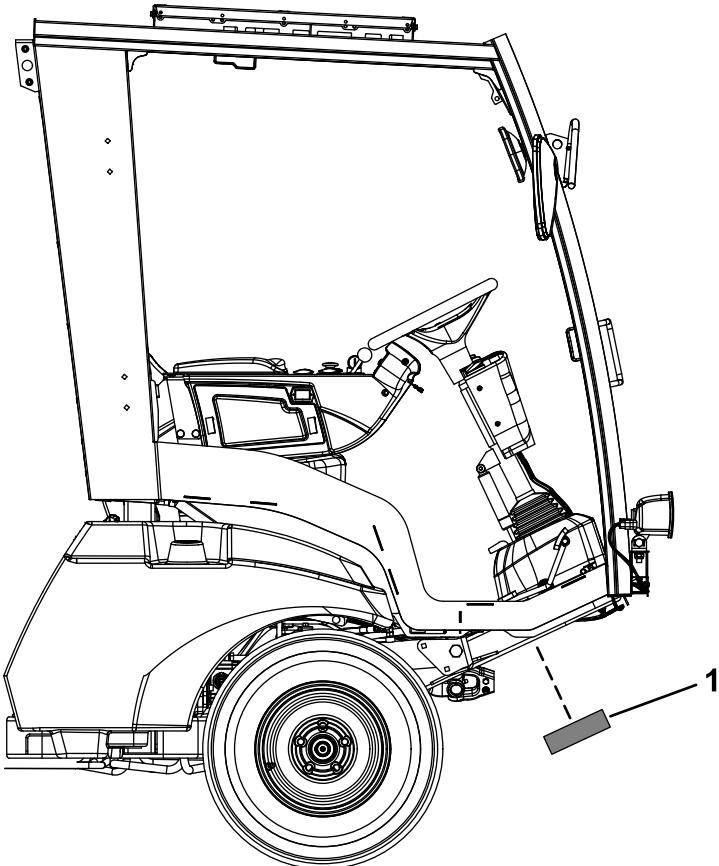
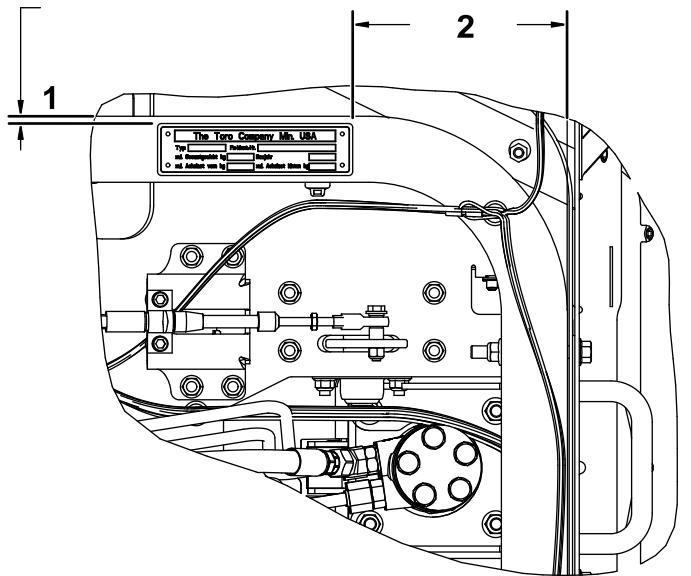

Figura 44
Figura 45
5. Instale la placa en el bastidor (Figura 44). Utilice las dimensiones mostradas en la Figura 45.